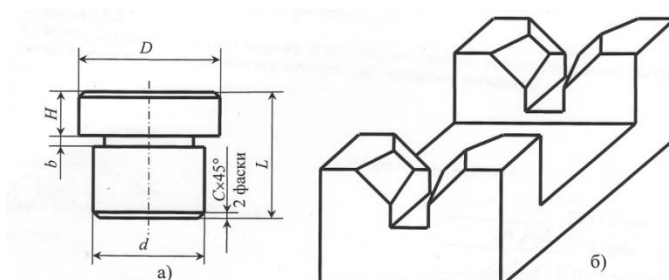

Рисунок 2
2. Указать назначение приведенных на рисунках а и б (рисунок 2) элементов приспособлений, случаи использования и предъявляемые требования.